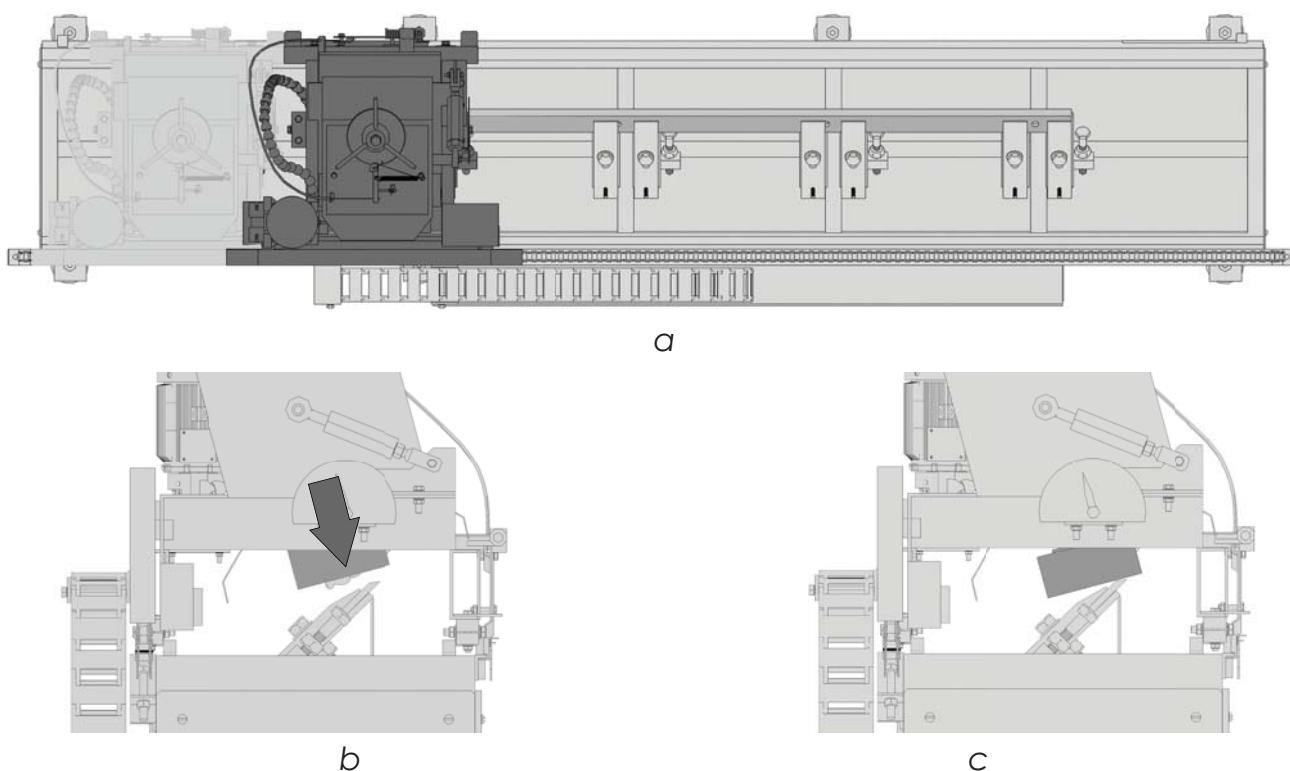

Рис. 19. Установка угла заточки
4. Переместив каретку, опустить абразивный круг так, чтобы между ним и ножом было минимальное расстояние (Рис. 19 а, в, с)